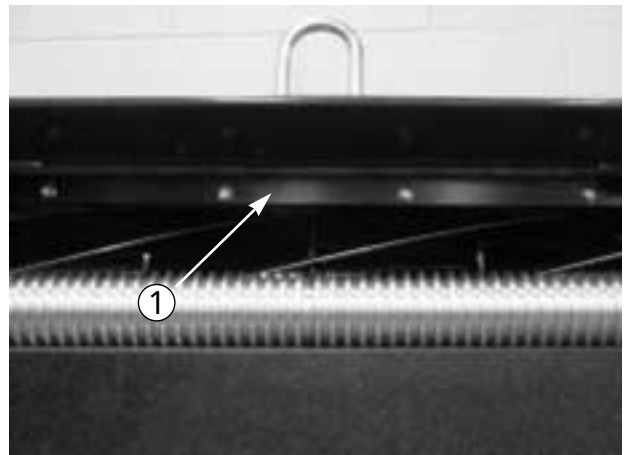

図 16
1. カットオフ・バー (図16) の固定ネジをゆるめる。
ベッドナイフは、長期間使用しているうちにリールに削られ、リールの端部と接触する縁の部分が角張ってきます。この角張った部分はヤスリで削り落としてください(図16)。